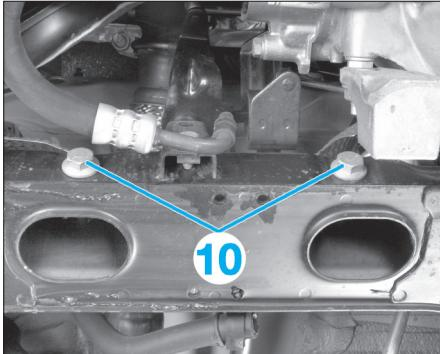

FIG. 13
- Déposer les vis de fixation (10) du boîtier de direction sur le berceau ainsi que les entretoises (**Fig.13**).